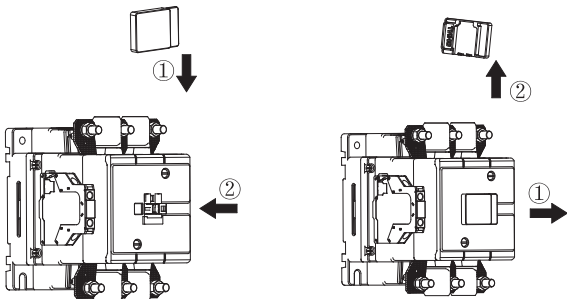
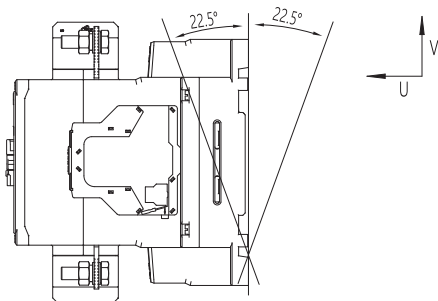

图8 防尘盖安装示意
图10 产品安装示意
7.2 产品配件组装示意图7、图8、图9；产品安装示意图10。